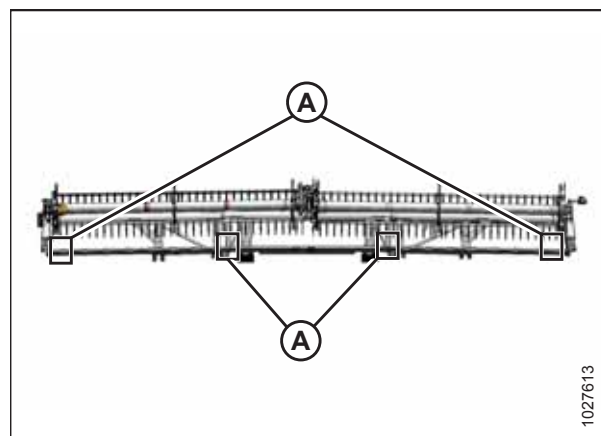

Figura 5.273: Locațiile de măsurare în cazul FlexDraper® – rabator dublu
- Figura 5.273, pagina 579 – rabator dublu